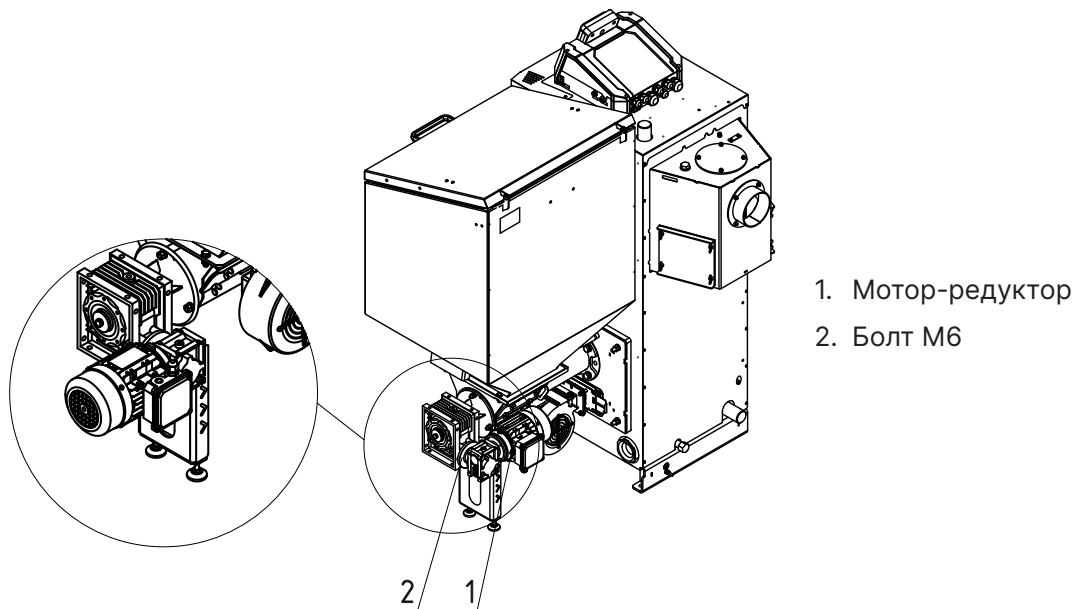

Рис.8 Изменение положения мотор-редуктора
1. Выкрутите 4 болта М6 (**Рис.8, поз.2**);
2. Снимите мотор-редуктор (**Рис.8, поз.1**);
3. Переверните его по горизонтали на 180°, как показано на **Рис.8**;
4. Зафиксируйте мотор-редуктор болтами М6 (**Рис.8, поз.2**).